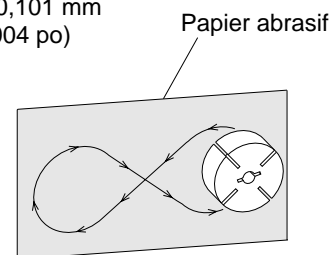

Figure 30 - Polissage du rotor
14. Placez une feuille de papier abrasif fin (600) sur une surface plate et frottez le rotor sur la feuille d'un mouvement en forme de « 8 ». Répétez quatre fois (voir figure 30).